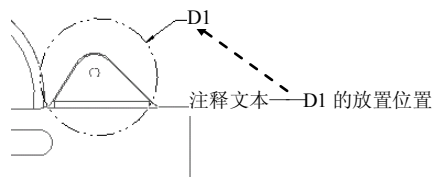

图 10.4.35 注释文本的放置位置
(2) 在  文本框中输入放大图的名称 D1；在“父项视图上的边界类型”下拉菜单中选择“圆”选项，然后单击  按钮，此时轮廓线变成一个双点画线的圆，如图 10.4.35 所示。